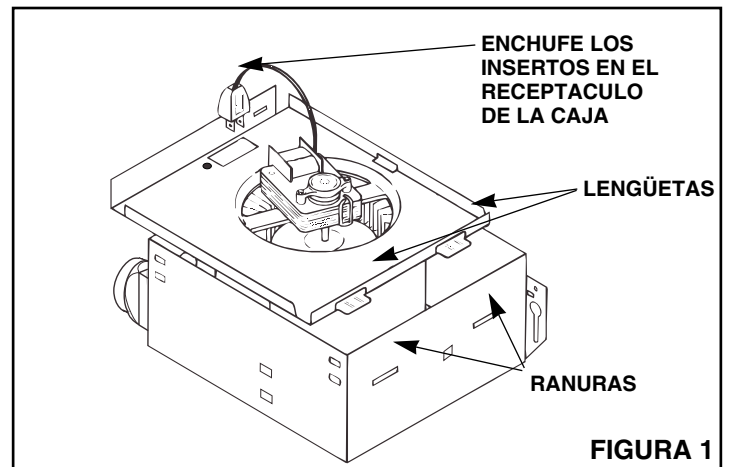

FIGURA 1
NOTA: Vea la Figura 1. Saque la placa del motor de la caja antes de montarlo. Inserte el destornillador entre la placa del motor y el costado de la caja con el collarín del conducto. Separe la caja de la placa del motor suavemente con una palanca mientras tira de la placa del motor para soltar la placa de la caja.
1. **Vea la Figura 1.** Inserte las dos lengüetas en la placa del motor por las ranuras de la caja.